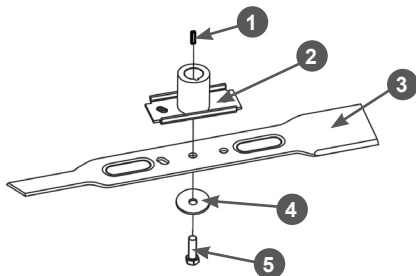

Рис. 23 Установка ножа
- С помощью соответствующего инструмента открутите болт 7 крепления ножа и снимите нож (Рис. 23).
- Снимите с вала двигателя адаптер 3 ножа и втулку 2 адаптера (Рис. 23).
4. Убедитесь в том, что шпонка 1 адаптера на месте и не имеет повреждений. Во избежание утери шпонки во время заточки ножа или других работ по обслуживанию газонокосилки извлеките шпонку из вала и уберите в надёжное место (Рис. 23).
7. Установите все детали на место в порядке, обратном снятию. Схема установки показана на Рис. 23.
8. Зафиксируйте нож от проворачивания и надёжно затяните болт 5 крепления ножа (Рис. 23).